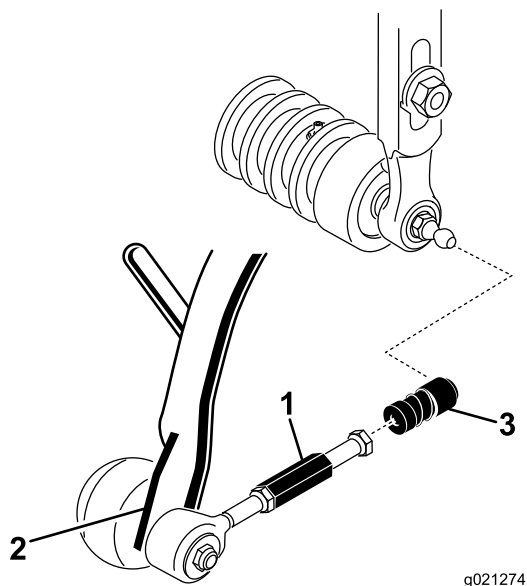

Figura 10
3. Faça deslizar a manga para a junta esférica e engate o recetor na junta esférica da unidade de corte (Figura 10).